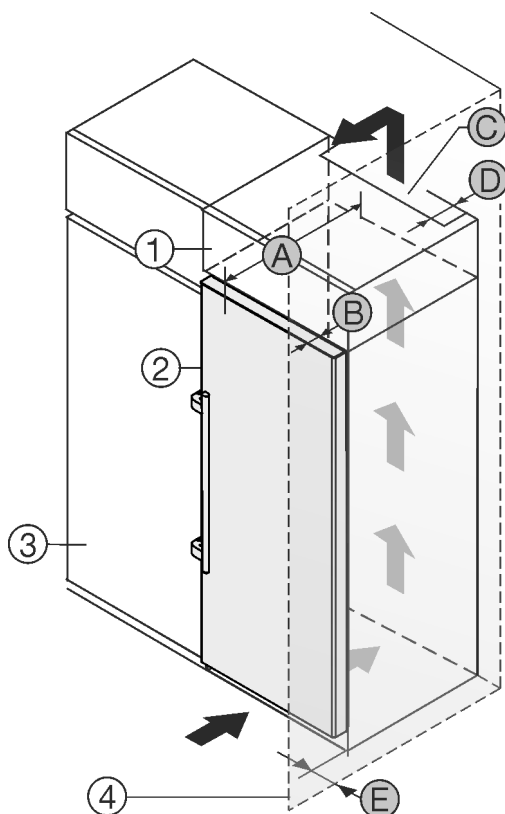

Fig. 10
Das Gerät kann mit Küchenschränken umbaut werden. Um das Gerät Fig. 10 (2) der Küchenzeilenhöhe anzugleichen, kann über dem Gerät ein Aufsatzschrank Fig. 10 (1) angebracht werden.
Das Gerät kann direkt neben dem Küchenschrank Fig. 10 (3) aufgestellt werden. Um die Türe vollständig öffnen zu können, muss das Gerät um die Tiefe Fig. 10 (B) gegenüber der Küchenschrankfront vorstehen. Abhängig von der Tiefe der Küchenschränke und Verwendung von Wandabstandshaltern kann das Gerät weiter herausragen.
- An der Rückseite des Aufsatzschrankes muss ein Abluftschacht mit der Tiefe Fig. 10 (D) über die gesamte Aufsatzschrankbreite vorhanden sein.
- Unter der Raumdecke muss der Entlüftungsquerschnitt Fig. 10 (C) eingehalten werden.
Wenn das Gerät mit den Scharnieren neben einer Wand Fig. 10 (4) aufgestellt wird, muss der Abstand Fig. 10 (E) zwischen Gerät und Wand eingehalten werden. Dies entspricht dem Griffüberstand bei geöffneter Tür.